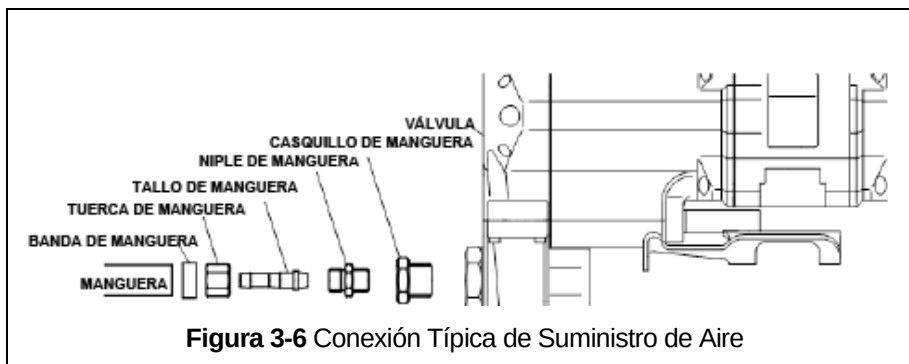

Figura 3-6 Conexión Típica de Suministro de Aire
3.9.5 Hacer conexiones al suministro de aire; referencia Figura 3-6. Use un adaptador reductor en la sección de la válvula del polipasto/tecle para tamaños de manguera mayores de 19mm NPT.